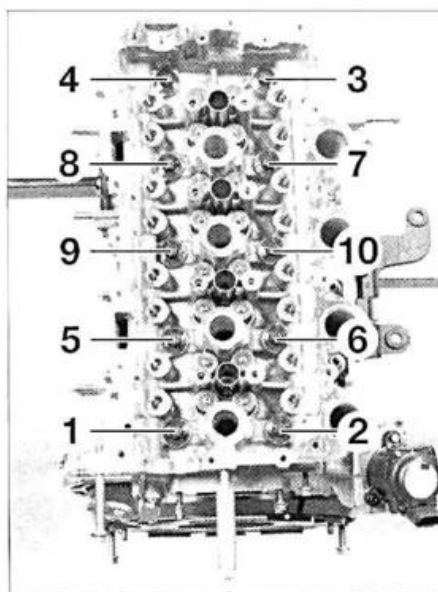

FIG. 50
- los tornillos de culata en el orden indicado (fig. 50).